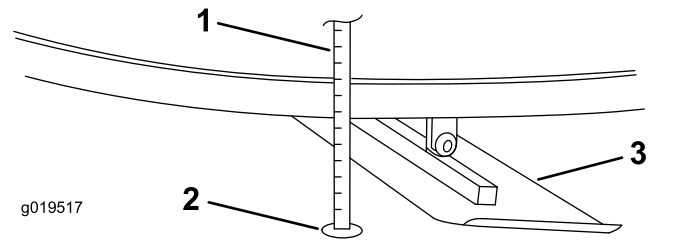

Figura 32
6. Mida la segunda pala desde el punto que marcó en el suelo, hasta el borde delantero de la segunda pala (Figura 32).